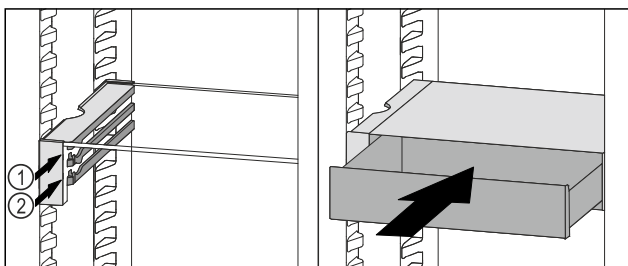

Fig. 80
- Placer le tiroir VarioSafe derrière les butées sur la nervure désirée Fig. 80 (1) ou Fig. 80 (2).